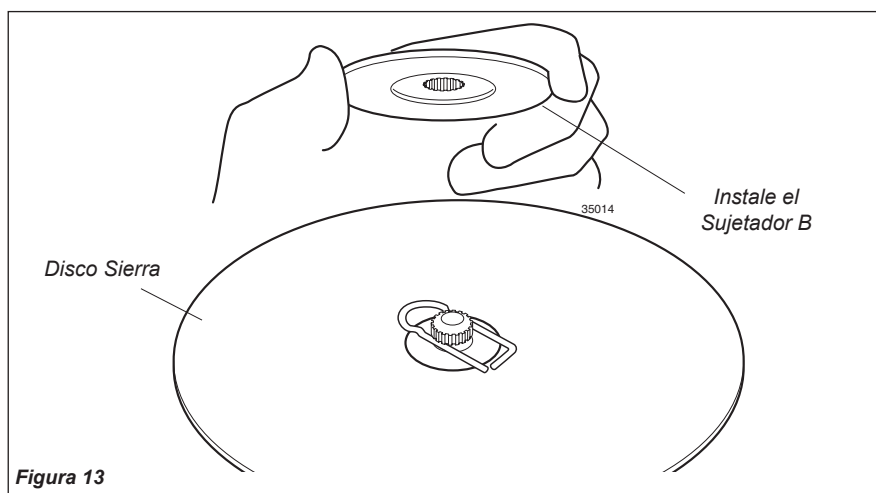

Figura 13
6. Instale el sujetador B en el eje de la caja de engranajes. Consulte la figura 13.